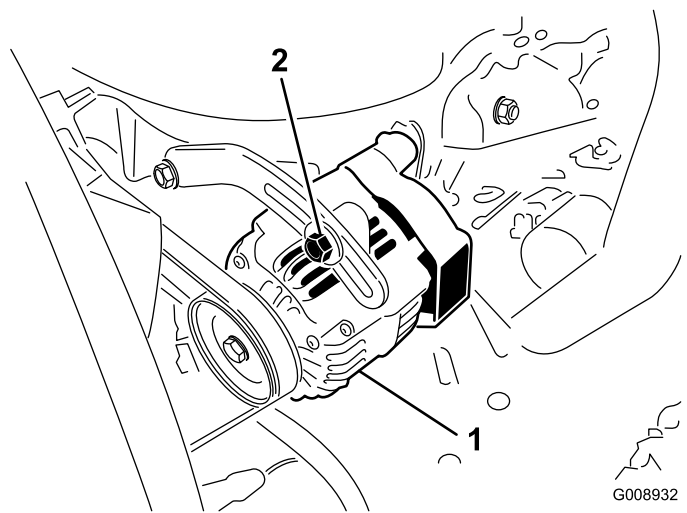

Bild 81
2. Lockern Sie bei einer Durchbiegung von mehr oder weniger als 10 mm die Befestigungsschrauben der Lichtmaschine (Bild 81).